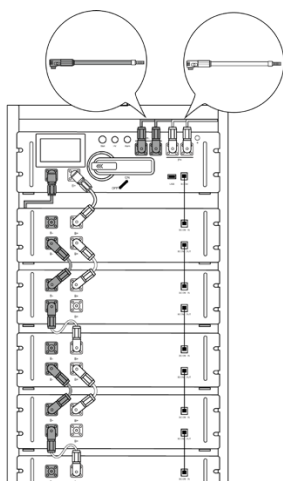

図 2-3
3. PCS への接続：図 2-3 および図 2-4 を参照してください。